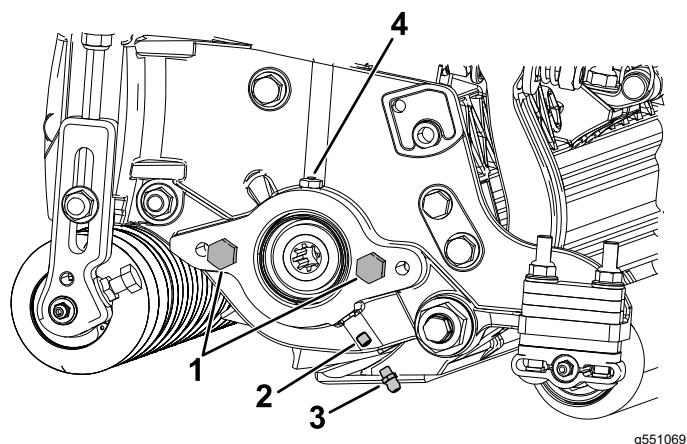

Figura 4
1. Retire y deseche el tornillo de fijación de la placa lateral del motor del molinete (Figura 4).
2. Instale el engrasador recto (Figura 4).
2. Si no hay tornillos en la placa lateral del motor del molinete, instálelos (Figura 4).
5. Engrase la chapa lateral hasta que salga el exceso de grasa del orificio (Figura 4).